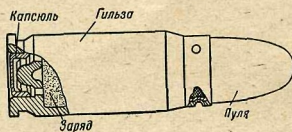

Рис. 29. Боевой патрон
13. Для стрельбы из автомата применяется пистолетный патрон 7,62-мм калибра (рис. 29), который состоит из пули, гильзы, порохового заряда и капсюля.